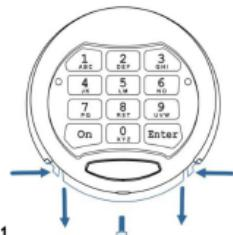

Рис. 5.1
- Выдвижной батарейный отсек (5) находится в нижней части корпуса клавиатуры.
- Выверните винт блокирующий батарейный бокс (Рис. 5.1).
- Сожмите фиксаторы батарейного бокса и выдвиньте его вниз (Рис.5.1).